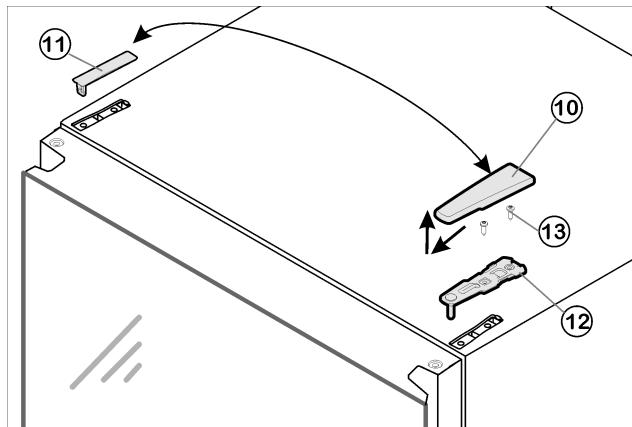

Fig. 6
- Потяните крышку Fig. 6 (10) вперед и вверх.
- Снимите крышку Fig. 6 (11).
- Открутите верхний опорный кронштейн Fig. 6 (12) (2 шт. Torx® 25) Fig. 6 (13) и вытяните вверх.
- Установите верхний опорный кронштейн Fig. 6 (12) на новой стороне шарнира и защелкните в дверце.
- Прикрутите верхний опорный кронштейн Fig. 6 (12) (**с моментом 4 Нм**) (2 шт. Torx® 25) Fig. 6 (13). При необходимости проделайте отверстия или используйте аккумуляторную отвертку.
- Защелкните крышку Fig. 6 (10) и крышку Fig. 6 (11) на противоположной стороне.